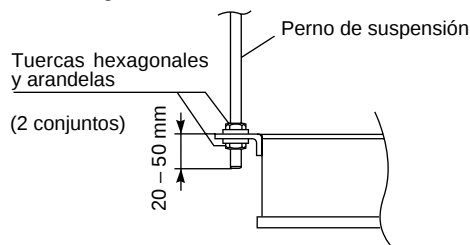

Fig. 3-93
- (3) Suspenda y fije la unidad interior utilizando las 2 tuercas hexagonales (adquiridas en el sitio) y las arandelas especiales (suministradas con la unidad) tal y como se muestra en la Fig. 3-93.